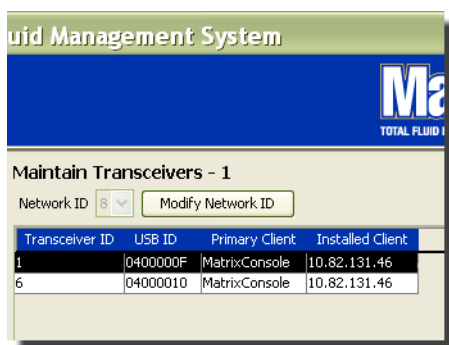

FIG. 92
- Het geüpdatete Primaire client-profiel wordt weergegeven in het veld Primaire client zoals in FIG. 92.
5. De vloeistofinformatie wordt weergegeven op het Vloeistofscherf zoals in FIG. 92.